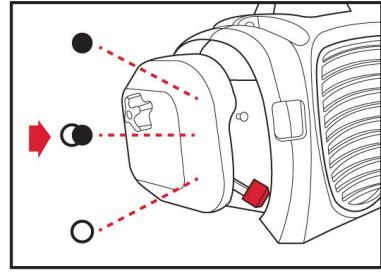

Fig. 4G
5. Situar la palanca del carburador en la posición MEDIO ○ (Fig. 4G). Ahora debe tirar de la cuerda de la forma indicada anteriormente, de 6 a 8 veces.